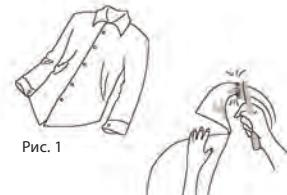

Рис. 1
3. Перед пранням застебніть усі блискавки, застебніть гачки, гудзики тощо (Рис. 1).